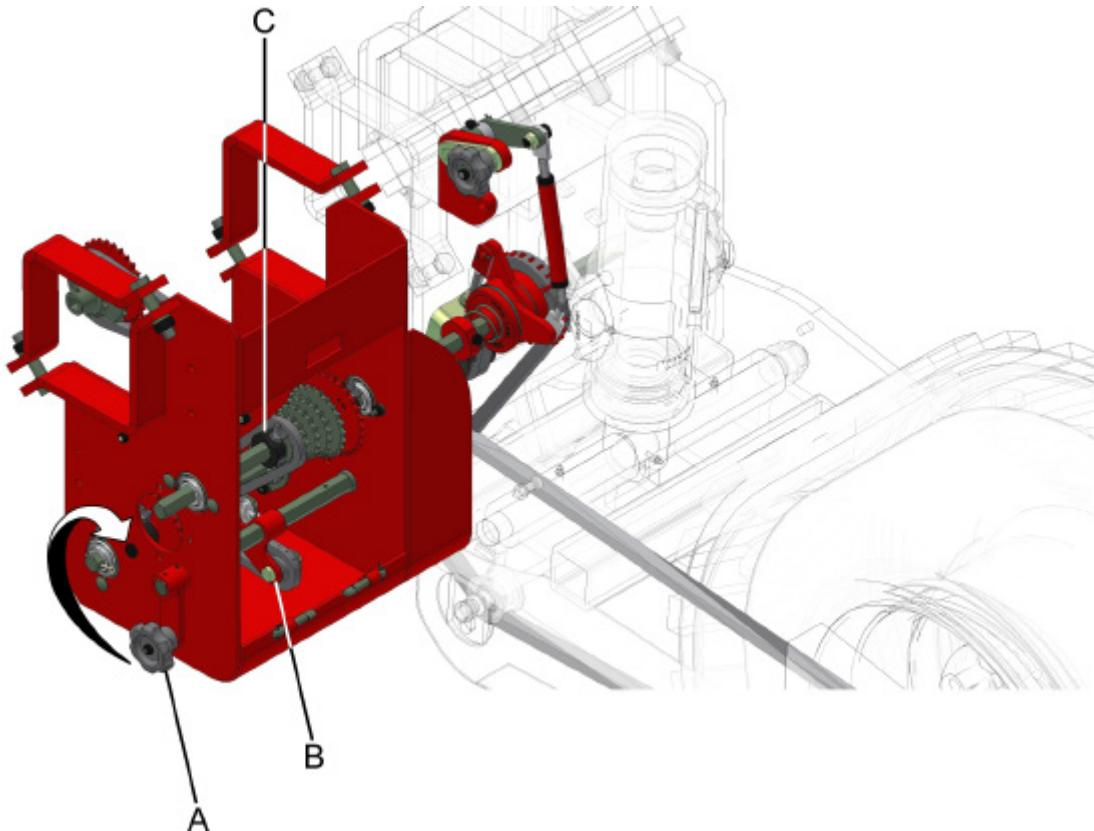

fig. 23
Acione a alavanca (A) (fig. 23) para aliviar o esticador (B) da corrente. Desloque as engrenagens no eixo, alinhando as engrenagens escolhidas com a corrente, posicione as buchas encosto (C), solte a alavanca (A) liberando o esticador (B).